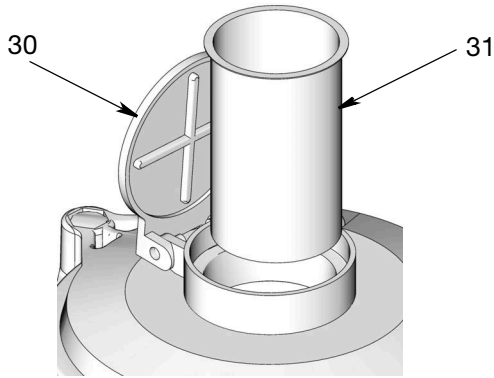

图 2: 油储器
- 油储器的顶部有一个加注口盖 (30) 和滤网 (31) (图 2)